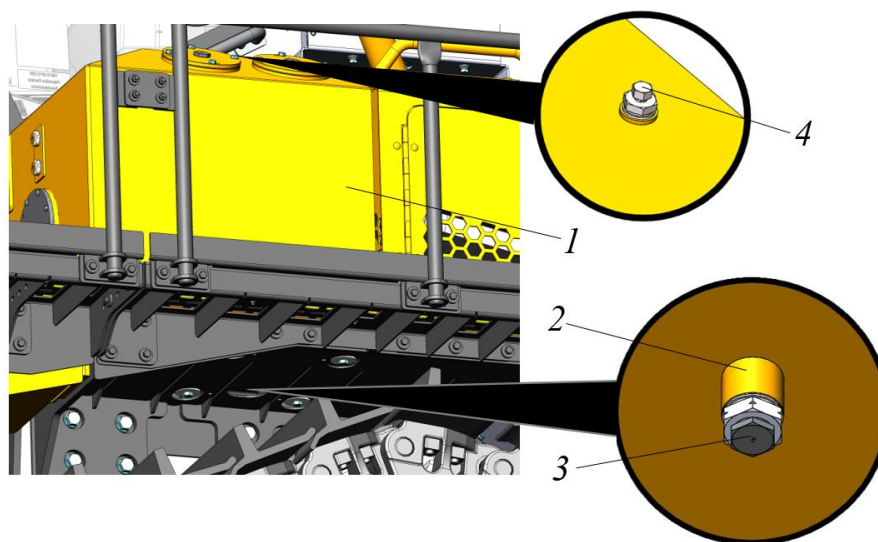

Рисунок 5.103. Процедура слива масла с гидробака
- ▶ Ключом  на 19 выкрутить на два оборота клапан 4 на гидробаке 1, рис. 5.103. Через клапан будет выходить воздух и процесс слива масла с гидробака будет происходить быстрее.
- ▶ Ключом  на 41 отвернуть пробку-колпачок 3 со сливного клапана 2 на нижней стороне гидравлического бака 1, см. рис. 5.103.